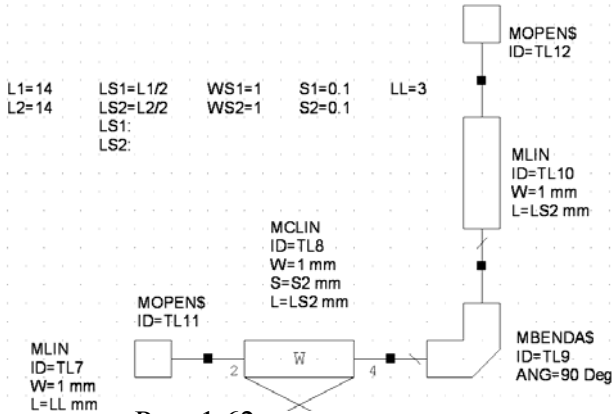

Рис. 1.62
- Щёлкните по значку **Equation** $X=Y$ ERN на панели инструментов, переместите курсор в окно схемы на свободное место и щёлкните мышкой. В открывшемся поле введите $L1=14$ (примерно длина полуволны на частоте 4 ГГц) и щёлкните мышкой вне этого поля. Аналогично добавьте переменную $L2=14$. Затем добавьте переменные $LS1=L1/2$ и $LS2=L2/2$. Добавьте также переменные $LS1:$ и $LS2:$, чтобы отобразить значения этих переменных после выполнения анализа схемы. Так же добавьте переменные $WS1=1$, $WS2=1$, $S1=0.1$, $S2=0.1$, $LL=3$. Добавленные переменные показаны на рис. 1.62.